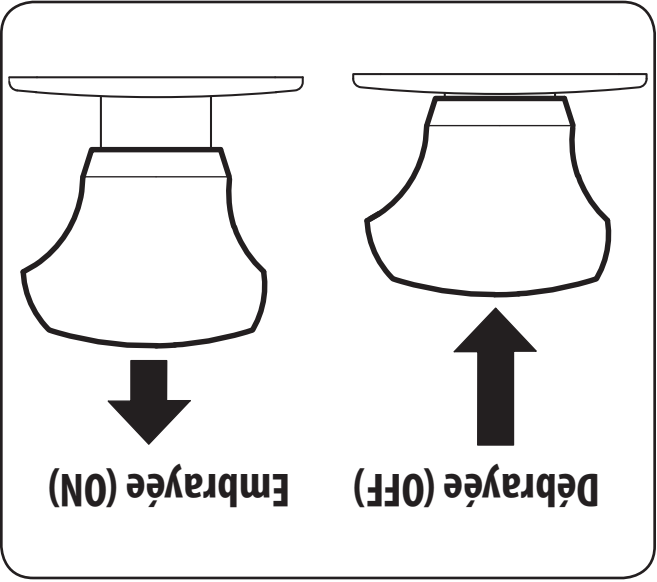

Figure 5-4
2. Tirez le bouton de la prise de force (Embrayage de la lame) vers l'avant à la position « ON » (Embrayée). Voir la Figure 5-4.